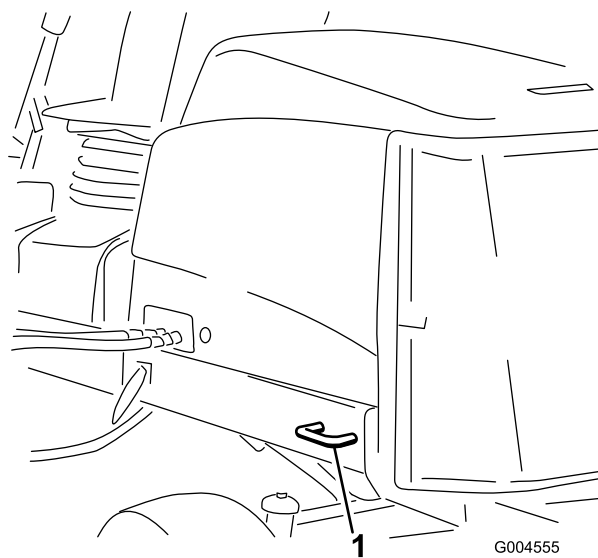

Figure 35
- Arrière – chaque côté de la machine sur le cadre arrière (**Figure 35**)